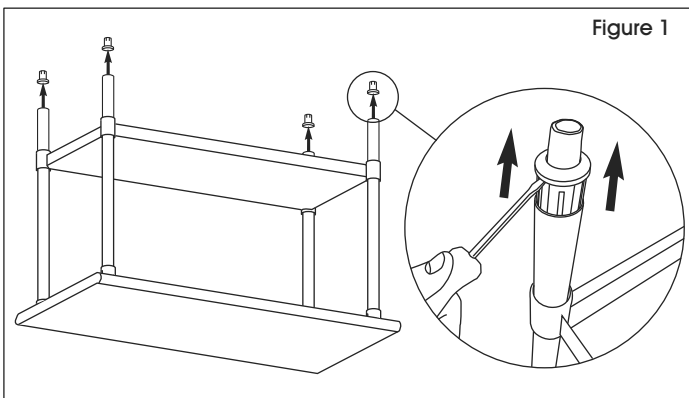

Figure 1
1. Flip the table over onto a smooth, non-marring surface. Remove adjustable feet from tube legs using a flat head screwdriver. (See Figure 1)
1. Retournez la table sur une surface lisse non marquante. Retirez les pattes réglables des pieds tubulaires à l'aide d'un tournevis à tête plate. (Voir Figure 1)